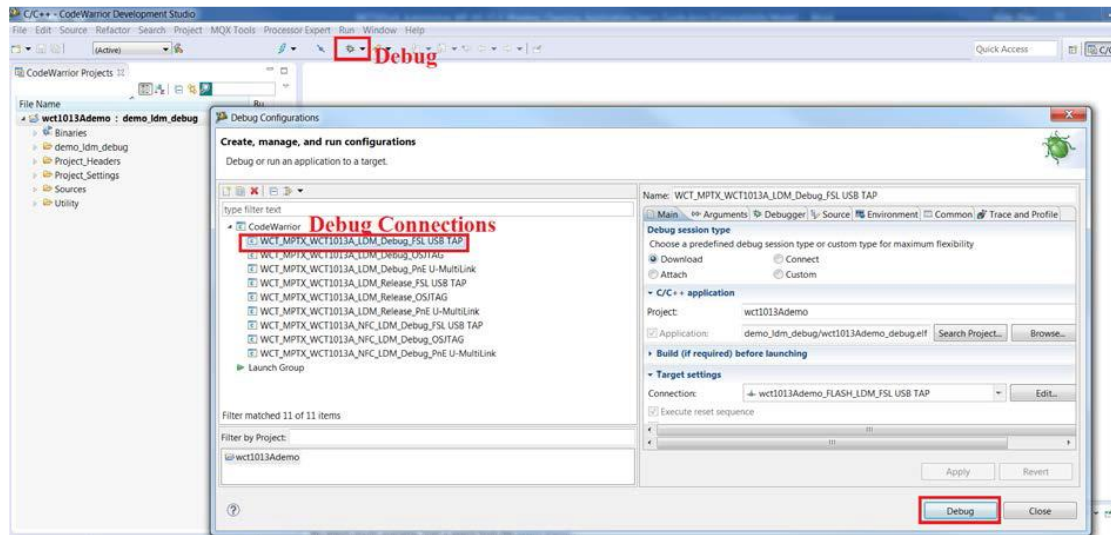

图 4.8 选择仿真器型号
- Step5: 烧写例程，从 Debug 下拉菜单选择 **Run -> Debug** ，弹出仿真器选项，如图 4.8 所示，选择自己对应仿真器型号，点击 Debug 烧写例程。